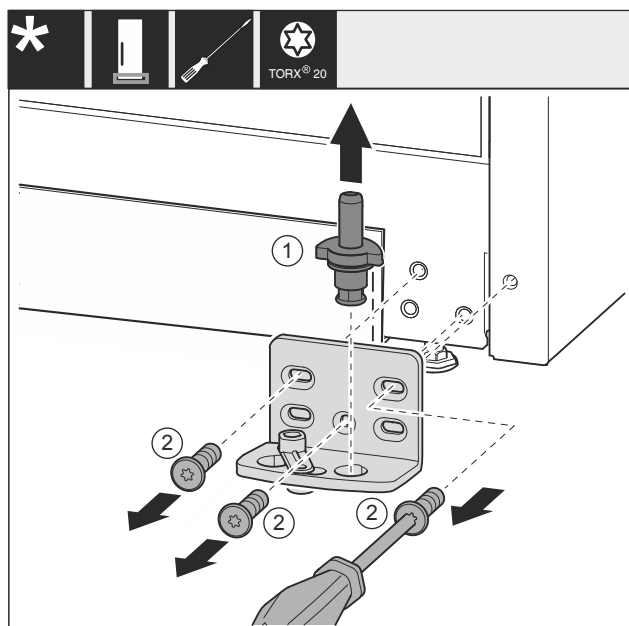

Fig. 21
- Lagerbout Fig. 21 (1) volledig naar boven toe wegtrekken.
- Schroeven Fig. 21 (2) met schroevendraaier er uit draaien en het lagerboks wegnemen.